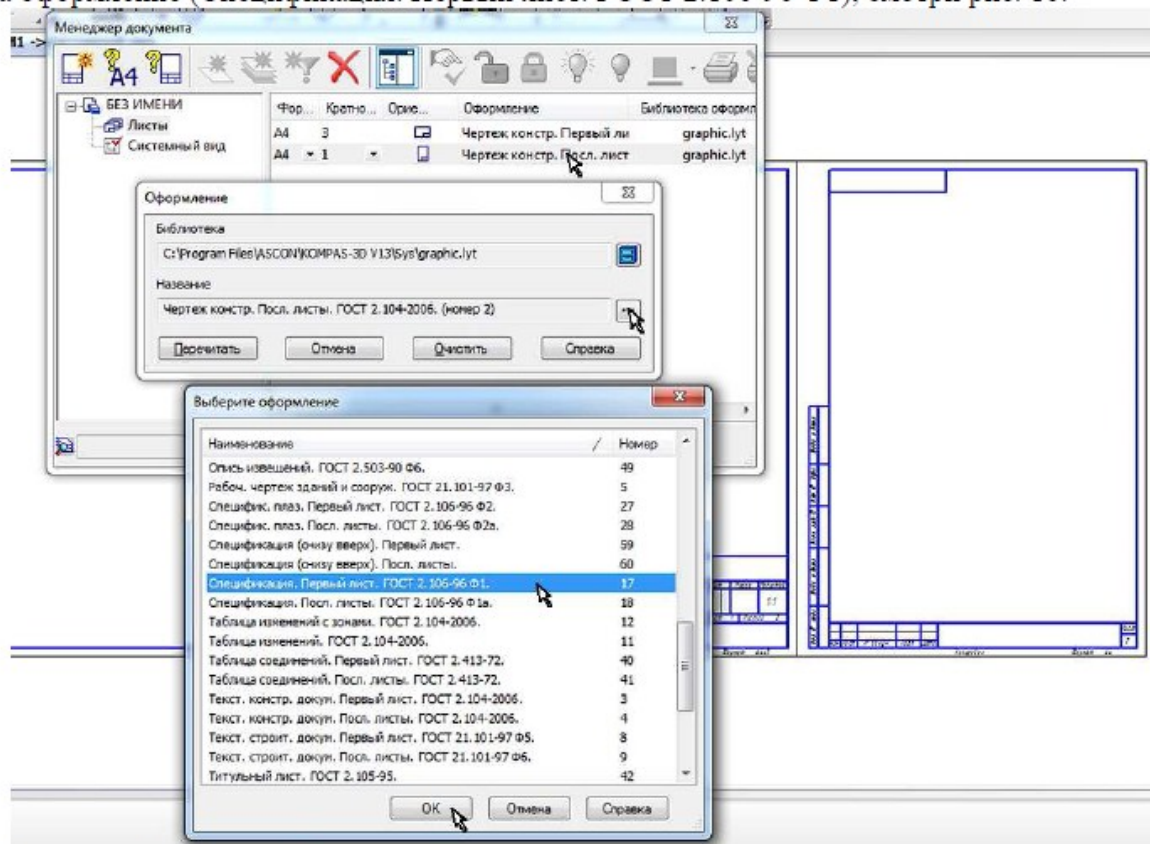

Рисунок 16 – Редактирование оформления чертежа
2. В программе можно поменять не только формат, но и оформление, (например спецификация, ведомость дипломного проекта, текстовый документ и др.). Для примера поменяйте оформление второго листа (Чертеж конструкторский Посл. листы. ГОСТ 2.104-2006) на оформление (Спецификация. Первый лист. ГОСТ 2.106-96 Ф1), смотри рис. 16.